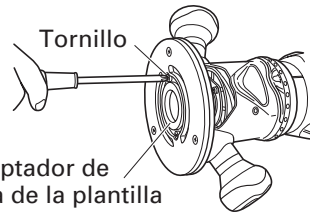

Fig. 8
(1) Afloje los 2 tornillos del adaptador de guía de la plantilla hasta que ceda el adaptador de guía de la plantilla. (Fig. 8)